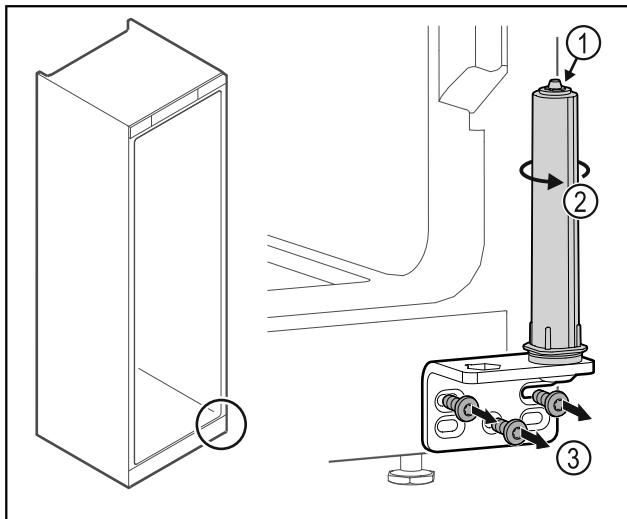

Fig. 46
- Не разглобявайте затварящата система на вратата Fig. 46 (1).
- Въртете затварящата система Fig. 46 (2), докато тя щракне.
- Развинете ъгъла на пантата Fig. 46 (3).